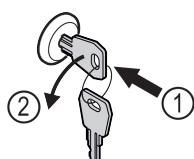

Fig. 176
- Пъхнете ключа. Fig. 176 (1)
- Завъртете го на 90° обратно на часовниковата стрелка. Fig. 176 (2)